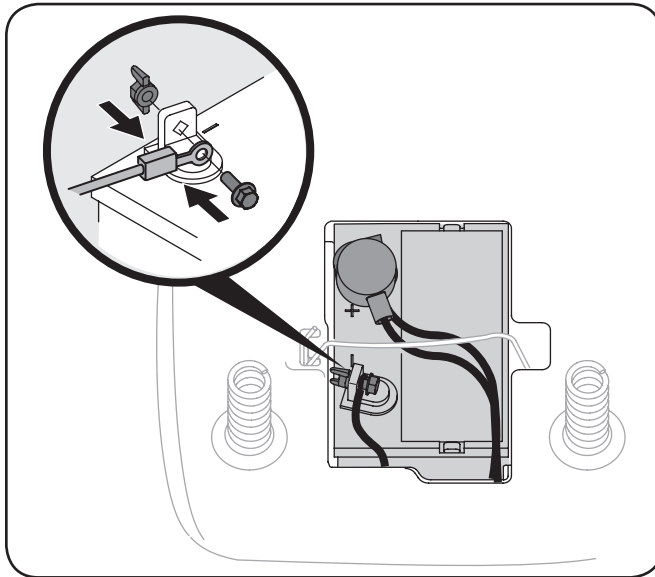

Figure 3-3
2. Retire la cubierta plástica negra, si es que está presente, del borne negativo de la batería y una el cable negativo al borne negativo de la batería (-) utilizando el perno y la tuerca hexagonal. Vea la Fig. 3-3.